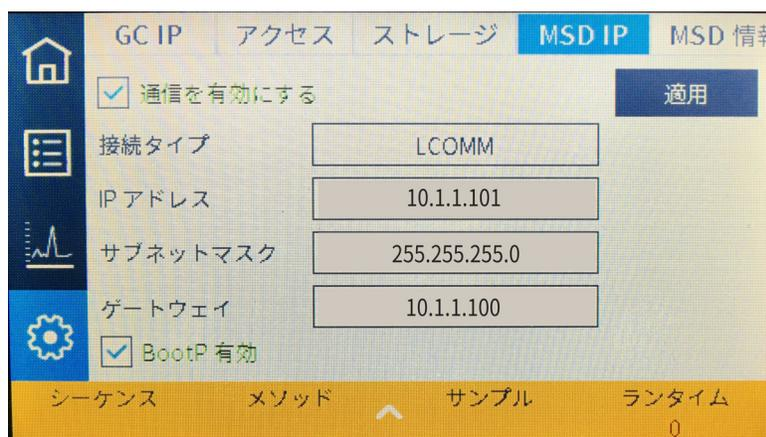

図 14. Detectors (検出器) の MSD 設定ページ
- 1 タッチスクリーンで設定ページを選択し、MSD コンフィグレーションタブを選択します。図 14 を参照してください。